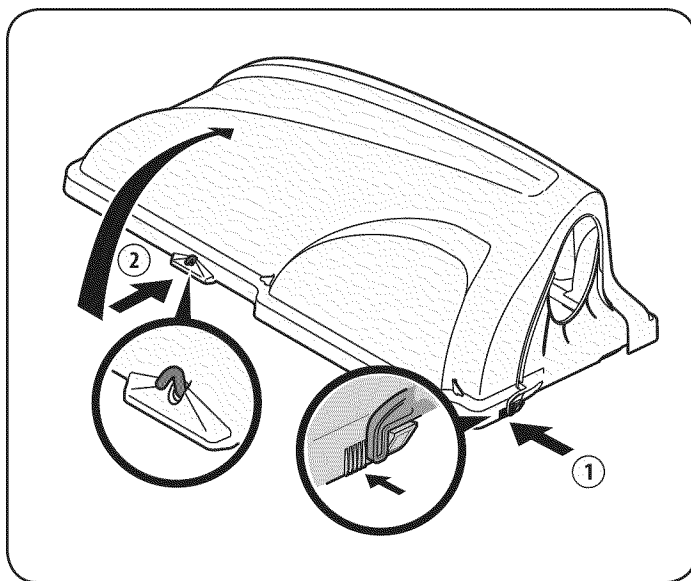

Figure 47
2. Abra la cubierta de hierba receptor empujando en la pestaña del lado derecho trasero con la mano derecha, como se muestra en (1) de la Figure 47, y levantando con su mano izquierda en la parte central trasera, (2).